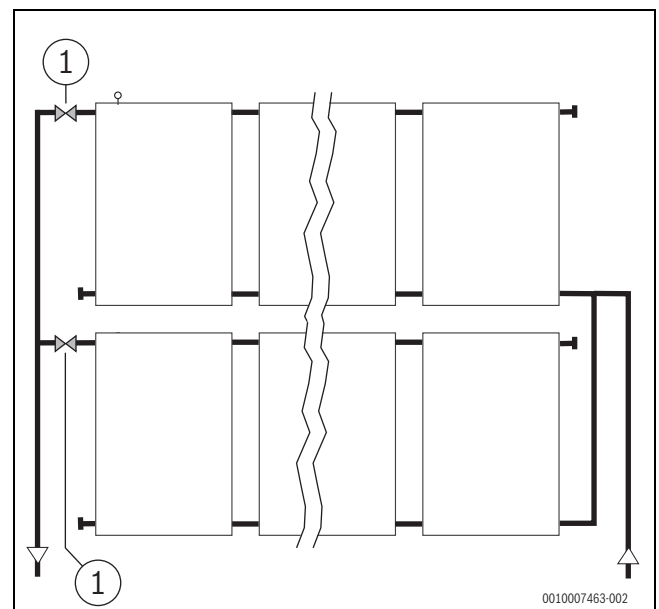

Bild 60 Spülen von parallel geschalteten Kollektorfeldern
- ▶ Im Vorlauf glykol- und temperaturbeständige Absperrarmaturen (→ Bild 60, [1]) montieren.